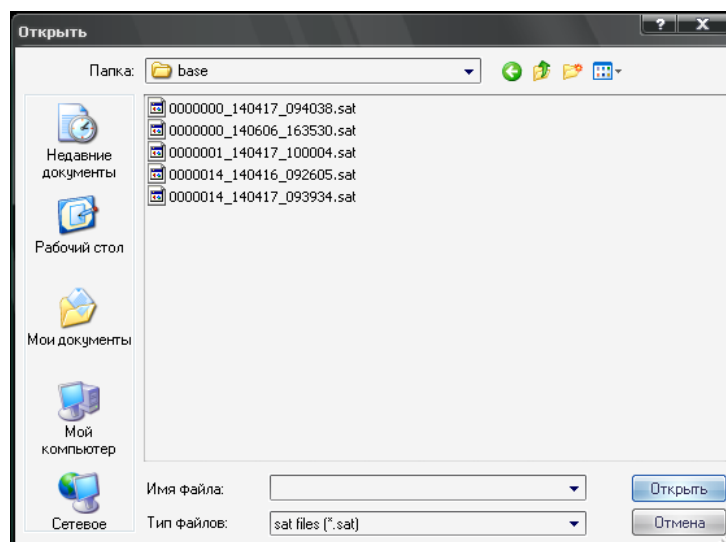

Рис.27
**Прочитать калибровку/тарировку из файла.** Считывание сохраненных данных калибровки/тарировки из файла в программу (рис.27).